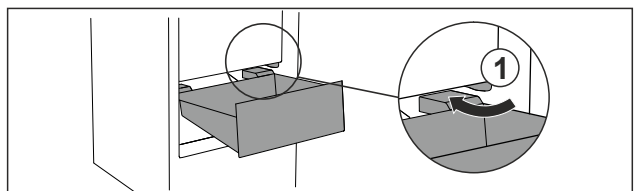

Fig. 78
- ▶ Umetnite ladicu koso oko zaustavljača Fig. 78 (1).